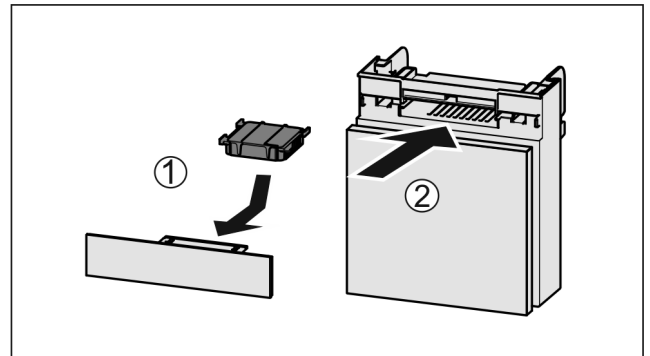

Fig. 135
- ▶ Insérer le filtre à charbon actif d'après le schéma Fig. 135 (1).
- ▶ Insérer le compartiment Fig. 135 (2).